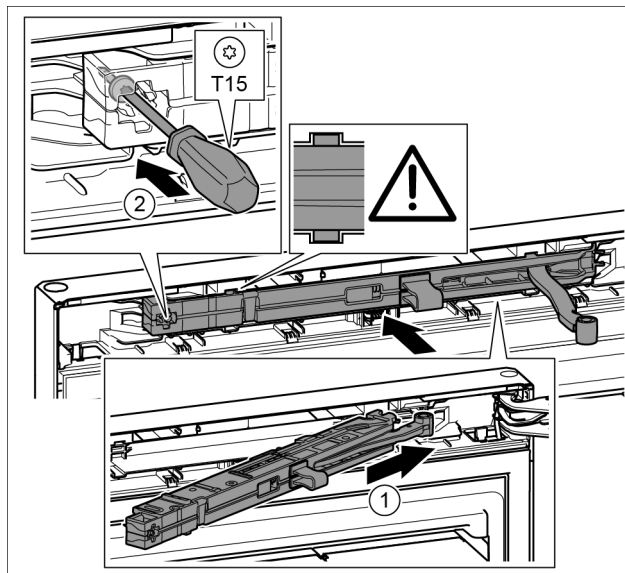

Fig. 24
- ▶ Schließdämpfereinheit auf der Lagerbockseite bis zum Anschlag schräg in die Aussparung einschieben. Fig. 24 (1)
- ▶ Schraube mit einem Schraubendreher T15 festschrauben. Fig. 24 (2)